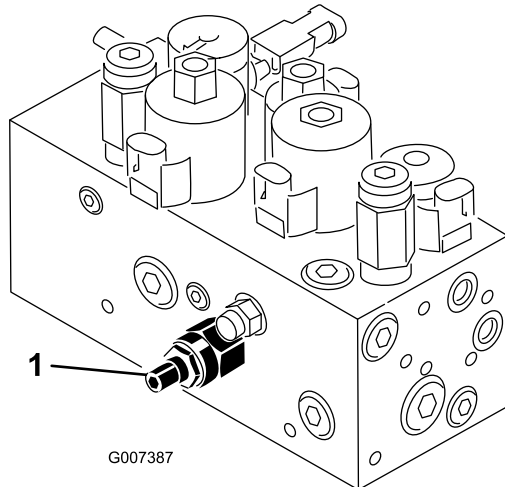

Figura 46
El circuito de elevación/bajada de la unidad de corte está equipado con una válvula de control de flujo (Figura 46). Esta válvula viene ajustada de fábrica con una abertura de aproximadamente 3 vueltas, pero es posible que sea necesario ajustarla para compensar diferencias en la temperatura del fluido hidráulico, la velocidad de siega, etc.
1. Levante el asiento y localice la válvula de control de flujo del bastidor de tiro central (Figura 46), situada en el lateral del colector hidráulico.